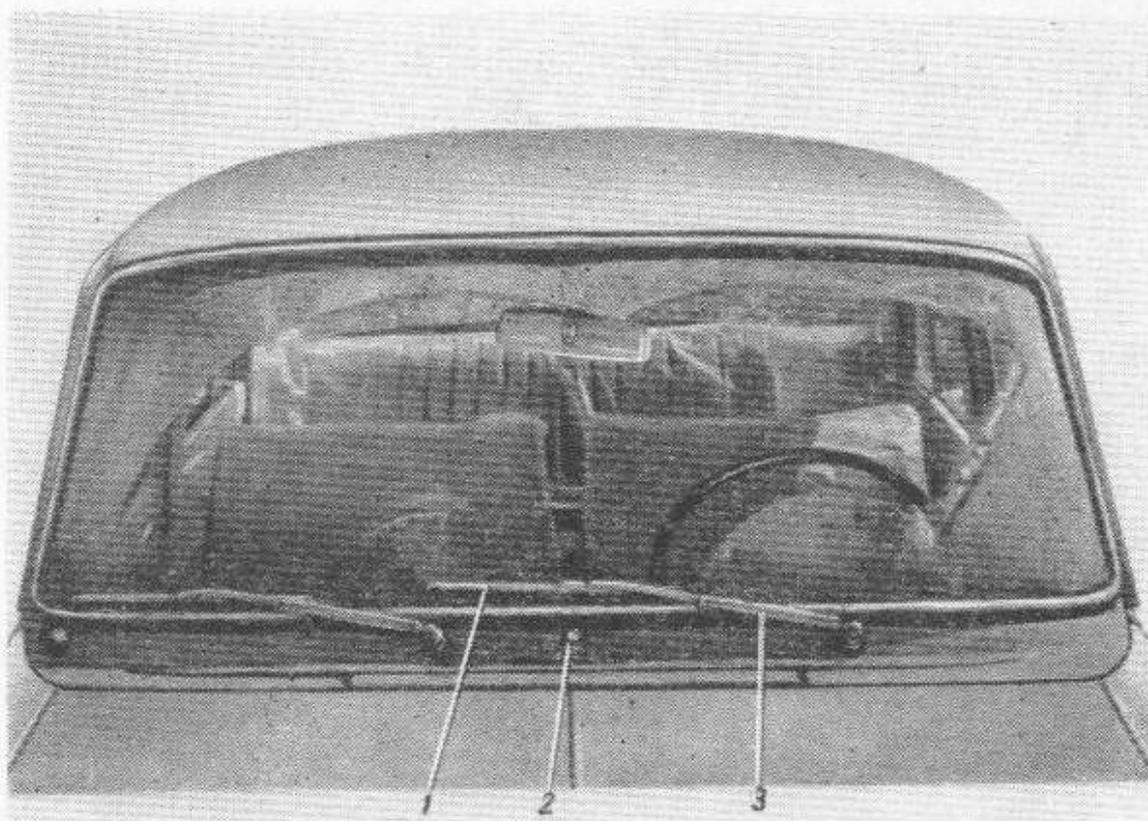

Bild 9. Funktion der Scheibenwaschanlage:
4. Düse 2 (Bild 9) der Waschanlage, die an der äußeren Platte des Wagenaufbaus zwischen dem Windscheibenglas und der Ventilationsluke angeordnet ist.
Um die Waschanlage in Betrieb zu setzen, muß man die Pumpenstange mit dem linken Fuß bis zum Anschlag eindrücken und schnell wieder freigeben. Nach der Freigabe der Stange treten aus der Düsenöffnung zwei Wasserstrahlen aus. Gleichzeitig muß die Reinigung der Windschutzscheibe der Scheibenwischer eingeschaltet werden (s. Bild 9). Falls nach der ersten Spülung das Glas noch nicht sauber ist, ist die Waschanlage von neuem einzuschalten. In der Regel genügen zur Säuberung der Glasscheibe 1...2 Betätigungen der Pumpenstange unter der Bedingung, daß die Wischerarme ununterbrochen arbeiten und die Geräte der Waschanlage mit Wasser gefüllt sind. Falls die Waschanlage lange nicht benutzt wurde, muß man vorher die Pumpenstange 2...3 Mal betätigen, um das System aufzufüllen.
Falls der Wasserstrahl die Windscheibe nicht erreicht, muß die Strahlrichtung eingestellt werden. Hierzu führt man in das Kugelspritzloch 2 (s. Bild 9) das spitze Ende einer Stahlnadel ein und dreht die Kugel bis man die erwünschte Strahlrichtung erreicht. Diese Hantierung muß sehr vorsichtig durchgeführt werden, damit die Nadelspitze nicht abbricht und dadurch die Öffnung in der Düsenkugel verstopft (Durchmesser der Kugelöffnung — 0,5 mm).